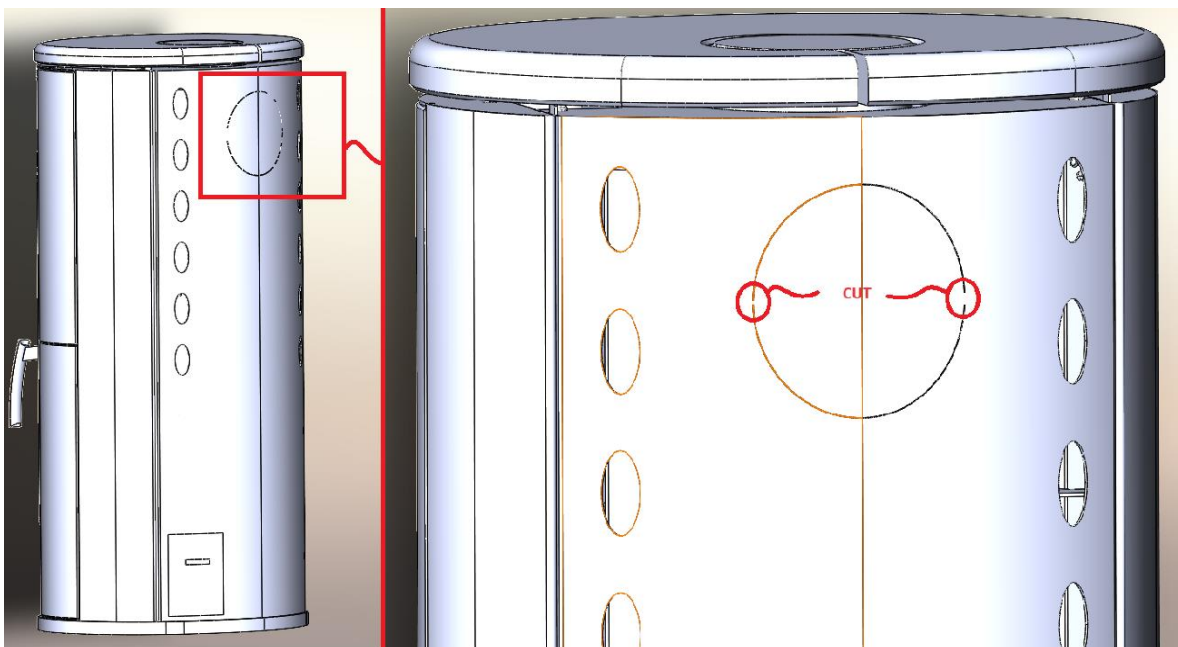

Abbildung 1 Schneiden von Mikroverbindungen auf dem Rücken
2. Abbildung 1 Schneiden von Mikroverbindungen auf dem Rücken	Seite 5